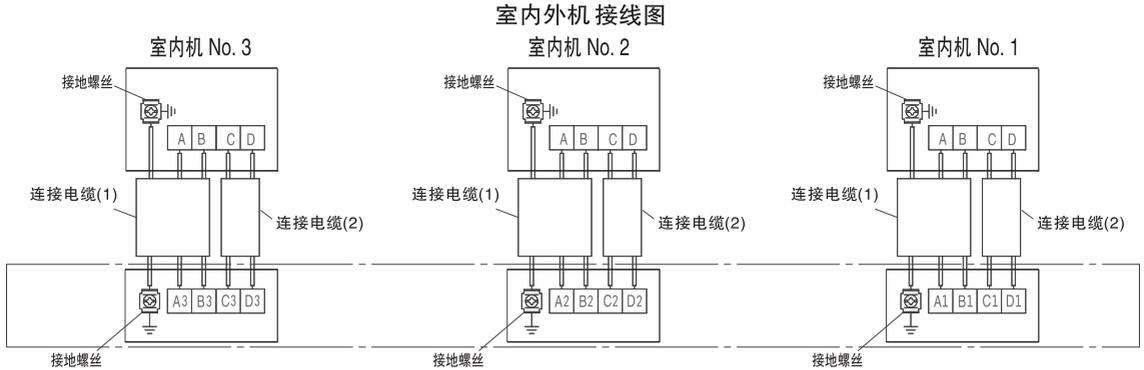

图23-1
- (1) 用附件连接电缆按接线图要求正确地连接室内外机组，绝对不可连接错误(如图23-1、23-2)。
- (2) 连接电缆必须用室内外机组上的附属电线压板压紧。